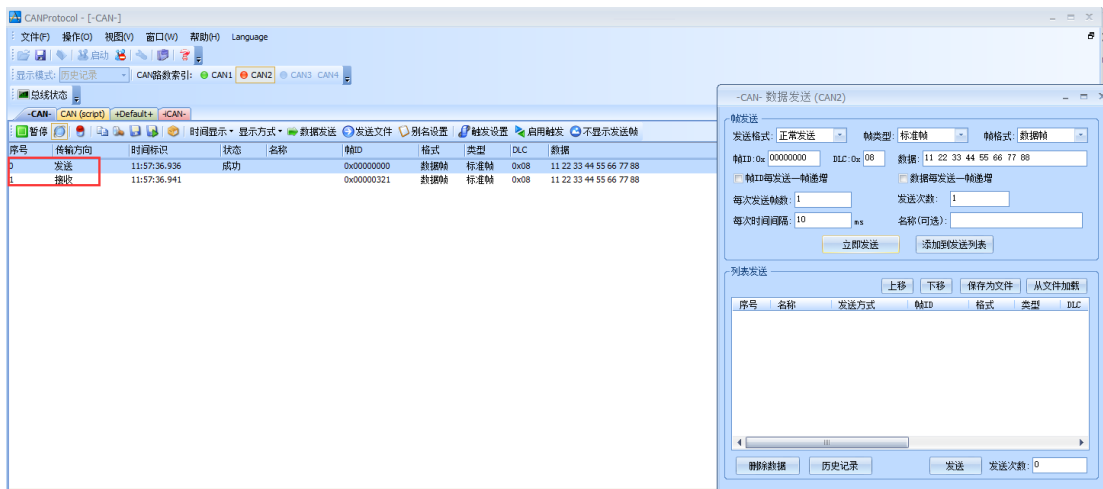

图 15
13、发送后，在信息栏显示发送和接收，则通信成功，如图 15 所示；